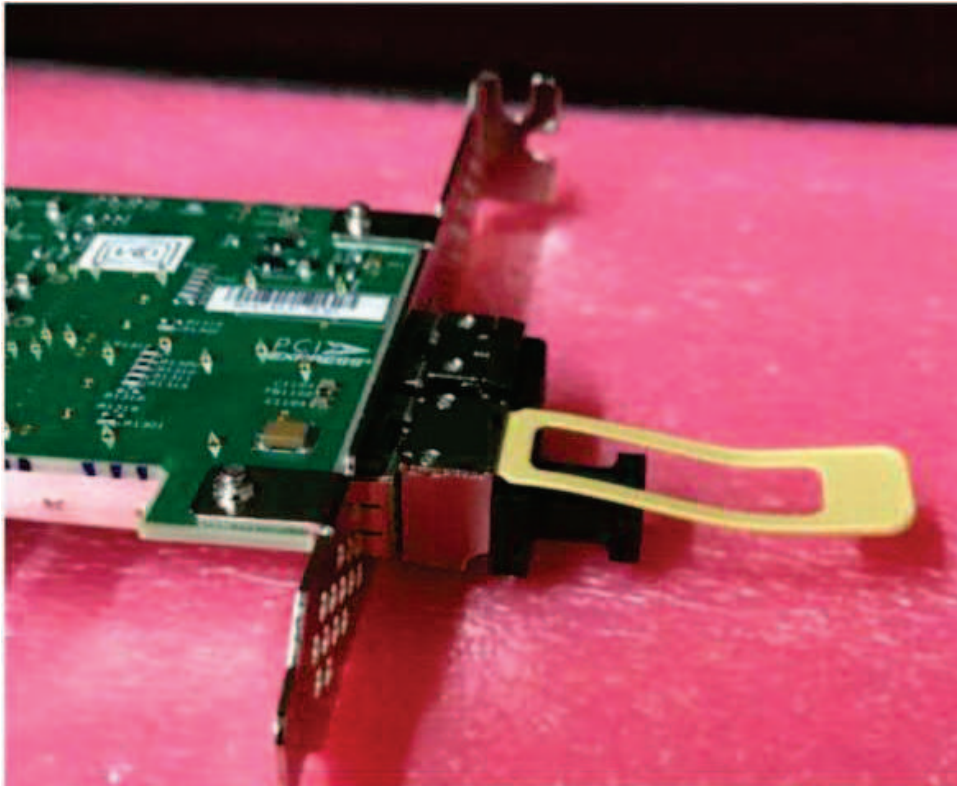

図 145. 25 Gbps SFP トランシーバー (RoCE)
- 179 ページの図 145 は、25 Gbps (RoCE) ネットワーキング・アダプターの SFP トランシーバー (SFP transceiver) の例を示しています。このタイプの SFP トランシーバー (SFP transceiver) を解放するには、SFP の突起タブを慎重に引きます。
- 図 145 に示されているように SFP トランシーバー (SFP transceiver)を挿入するには、カチッと音がして所定の位置に収まるまでトランシーバーをスロットに押し込みます。